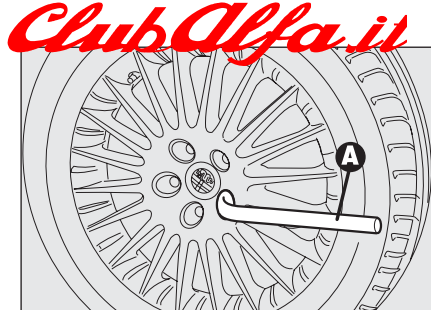

fig. 5a
- ☐ utilizzando la chiave in dotazione **A-fig. 5a** allentare di circa un giro i bulloni di fissaggio; scuotere la vettura per facilitare il distacco del cerchio dal mozzo della ruota;